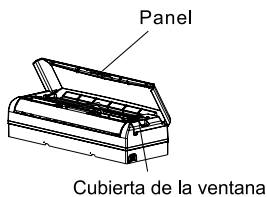

Ilustración 43
1. Levantar el panel de la unidad interior y retirar el tornillo, luego quitar la cubierta plástica. (Ilustración 43)